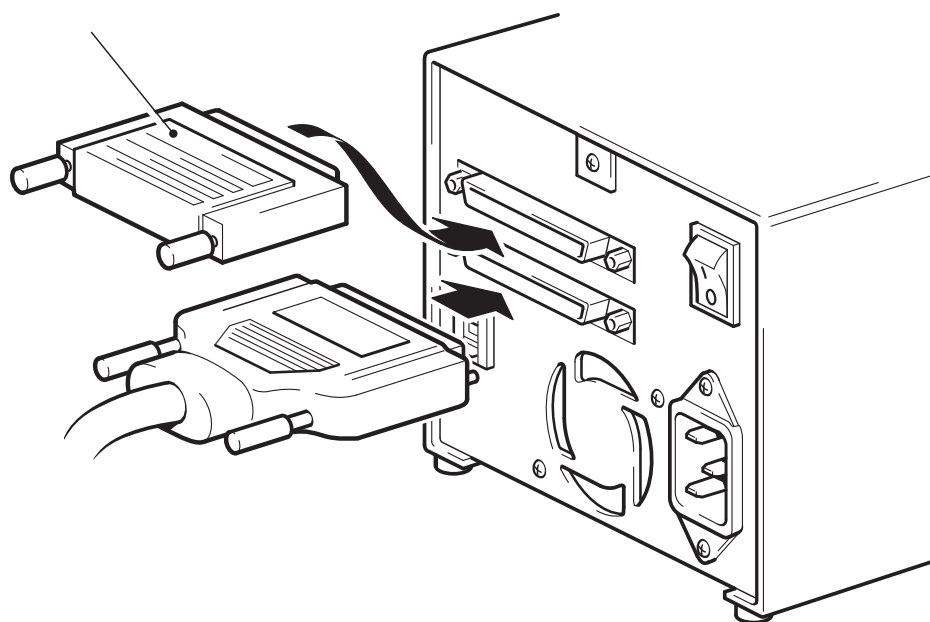

Figura 5: collegamento del cavo SCSI
- 4 Collegare la connessione HD del cavo SCSI a uno dei connettori SCSI posti sul pannello posteriore dell'unità a nastro e fissarla stringendo le viti (vedere la figura 5).